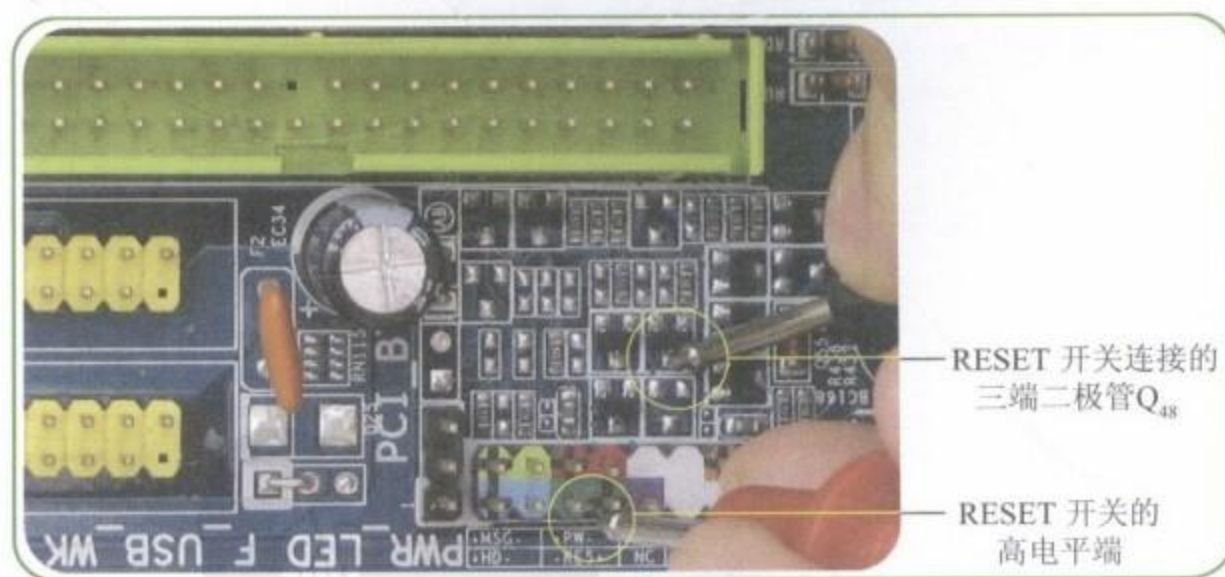

图10-9 复位开关到三端二极管的线路
Step 04 测量复位开关连接的三端二极管 Q_{48} 的线路，如图10-9所示。